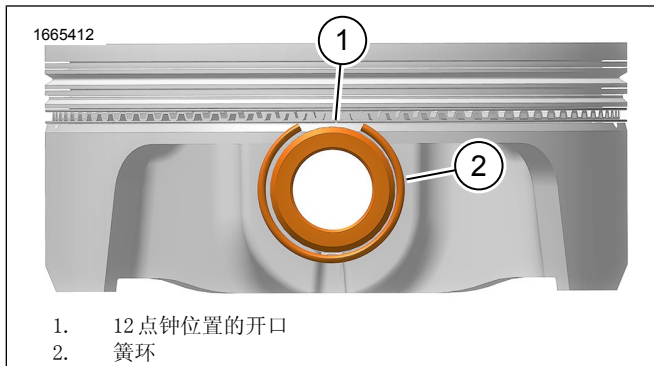

图5。活塞上的簧环位置
3. 图5确保簧环 (2) 完全进入凹槽内。
- a. 簧环开口 (1) 必须处于12点钟位置。